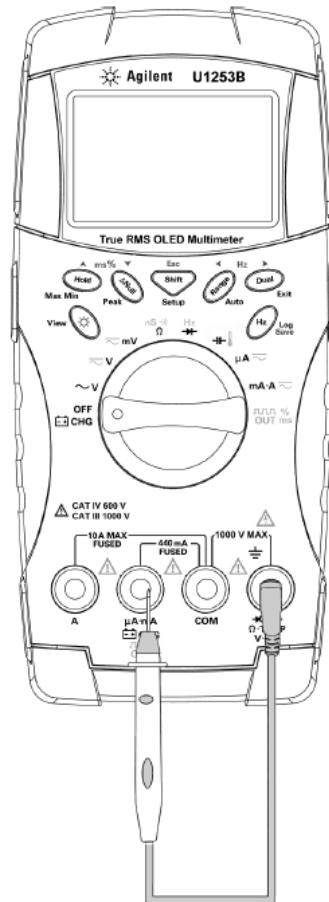

图 5-8 保险丝检查过程
- 3 要测试保险丝 1, 请将测试探针尖放在输入端子 **CHG** 的右半部分上。确保探针尖接触到输入端子内的金属, 如图 5-8 中所示。